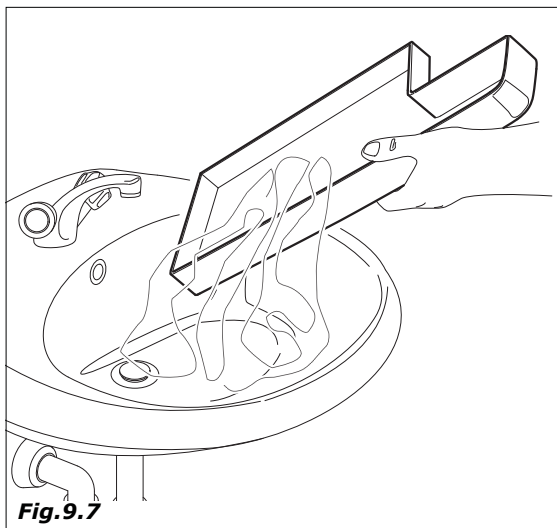

Fig.9.7
- Videz le seau d'égouttures le nettoyer correctement et le remettre (figure 9.7)